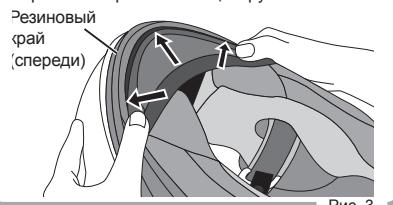

Рис. 3
3.Прикрепите его с обеих сторон, проталкивая по направлению к центру. (Рис. 3)